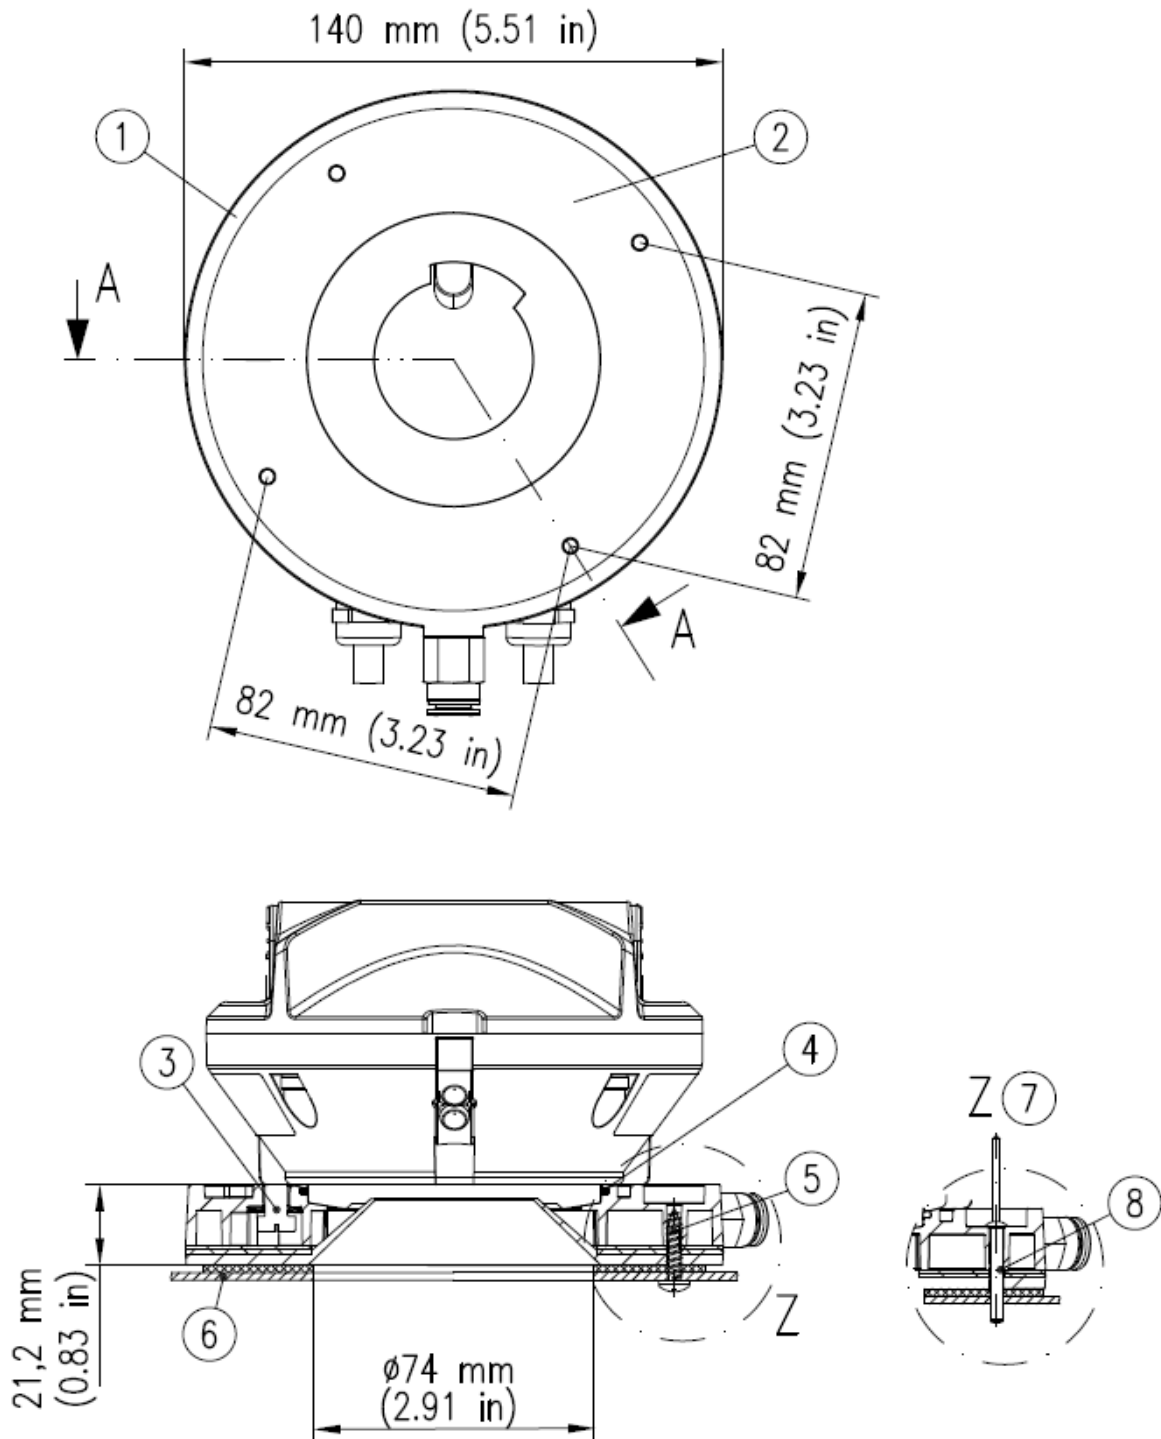

Abb. 4: Luftspülung MX5000 Konsolenmontage
1. ➤ Selbstklebende Flachdichtung (Abb. 4/2) auf die Oberseite der Luftspülung (Abb. 4/1) kleben.
2. ➤ Luftspülung mit Blechschrauben (Abb. 4/5) oder Blindnieten (Abb. 4/8) an der Maschinenverkleidung befestigen.